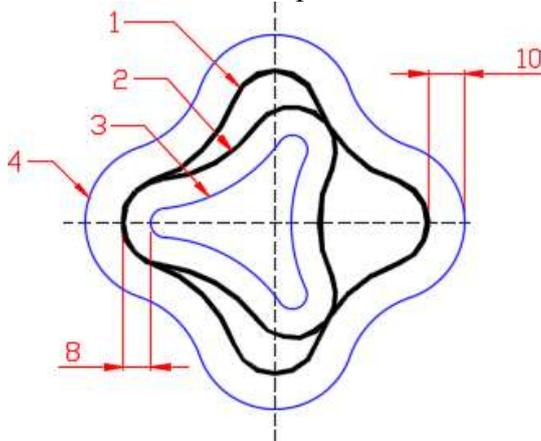
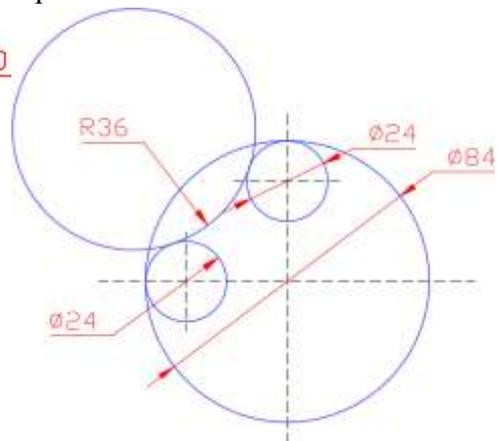
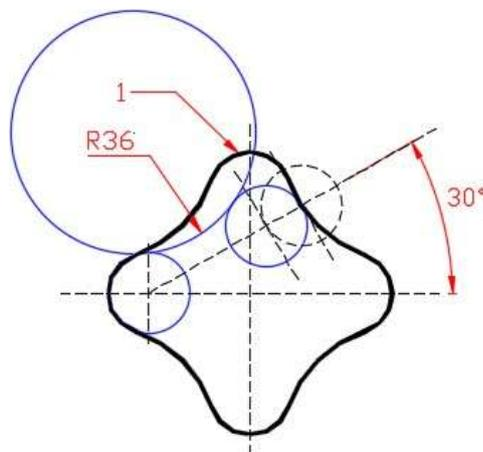

Рис.2
Рис.3.
Рис.4
- 1) Создайте 3 слоя "Вспомогательный", "Основной" и "Осевые" Тип линий на осевом слое – Осевая 2. В диалоговом окне "Режимы рисования" (рис.3) на вкладке "Объектная привязка" установите объектные привязки "Пересечение" и "Центр". На вкладке "Отслеживание" задайте углы 45° и 135°.
- 1) Вспомогательные построения, показанные на рис.2 и рис.3 используются для построения сопряжения двух окружностей дугой заданного радиуса. Используйте вспомогательные построения на рис.2 для построения фигуры 1 (см. рис.3,4), а на рис.3 для построения фигуры 2 (см. рис.4).
- 2) Фигура 1 на рис.4 получена при помощи команды ПОЛИЛИНИЯ. Для рисования вспомогательных построений использовались команды КОПИРОВАТЬ и *Рисование*  КРУГ  Две точки касания, радиус. Для вспомогательных построений фигуры 2 использовалась команда ЗЕРКАЛО.
- 3) Для построения фигур 3, 4, показанных на рис.4 пользуйтесь командой СМЕЩЕНИЕ
Далее следует напечатать первую строку согласно рис.3.
2. Постройте контуры для штриховки произвольных размеров согласно рис. 4.